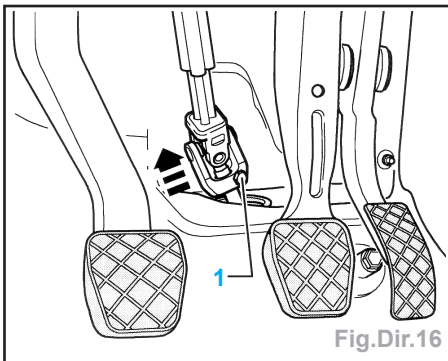

Fig.Dir.16
- Déposer la vis hexagonale (1) (Fig. Dir.16).